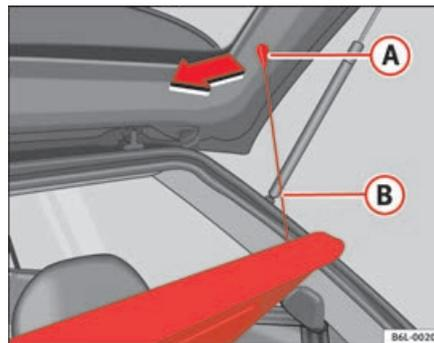

Fig. 90 Pianale portaoggetti
- Sganciare i tiranti ⇒ fig. 90 **B** dagli alloggiamenti **A**.